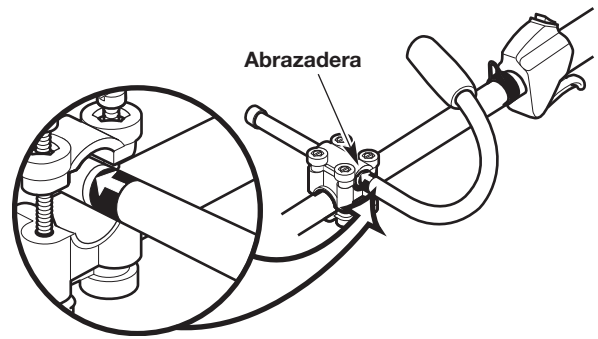

Fig. 5
5. Sostenga la unidad en posición operativa (Fig. 21) y deslice la manija hacia adentro o hacia afuera de la abrazadera hasta que la flecha/línea de la calcomanía toque la abrazadera (Fig. 5).